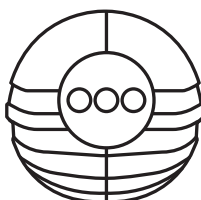

Abb. 7
Dieses Elektrowerkzeug verfügt über eine Ladezustandsanzeige (5), die Auskunft zur verbleibenden Energie des Akku-Packs gibt (Abb. 7).